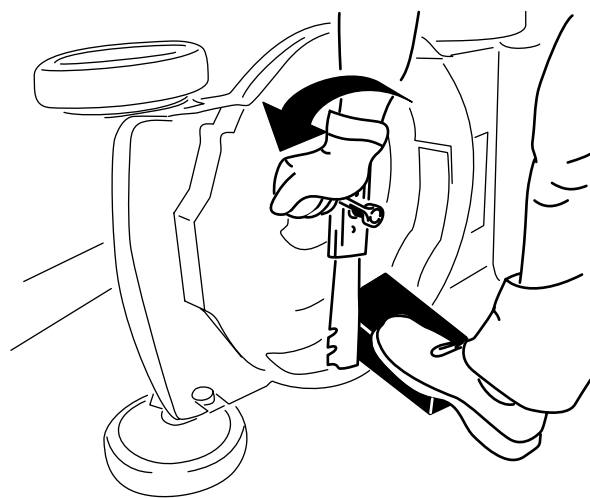

Figura 20
2. Usate un blocco di legno per tenere ferma la lama (Figura 20).
3. Togliete la lama e conservate la bulloneria di montaggio (Figura 20).